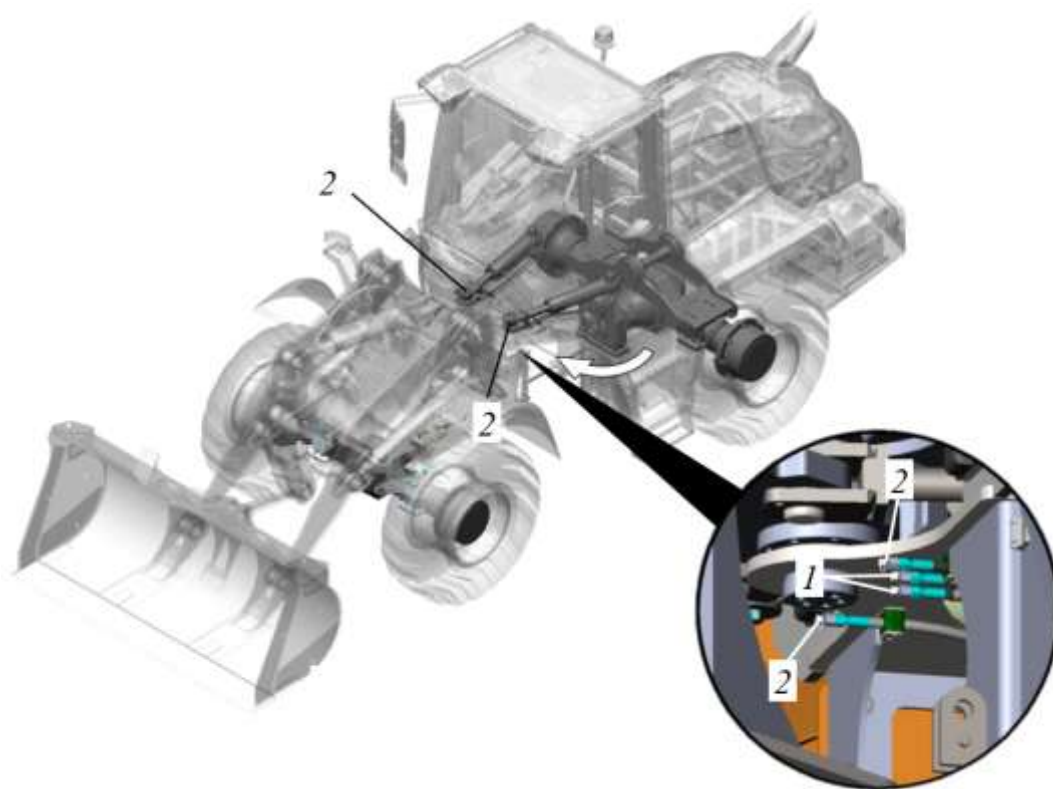

Рисунок 5.67. Смазывание балки заднего моста и гидроцилиндров рулевого управления
- ▶ Смажьте точку смазки поз. 1, рис. 5.67.
Доступ к точкам смазки реализован по бокам погрузчика см. рис. 5.67.